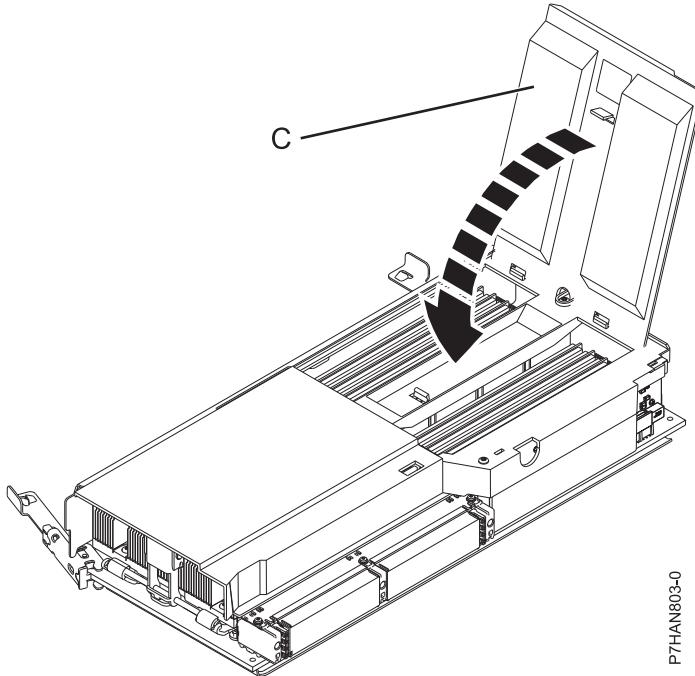

図3. メモリー・モジュール・カバーを閉じる
15. 図3に示すように、メモリー・モジュール・カバー (C) を、所定の位置にロックされるまで閉じます。